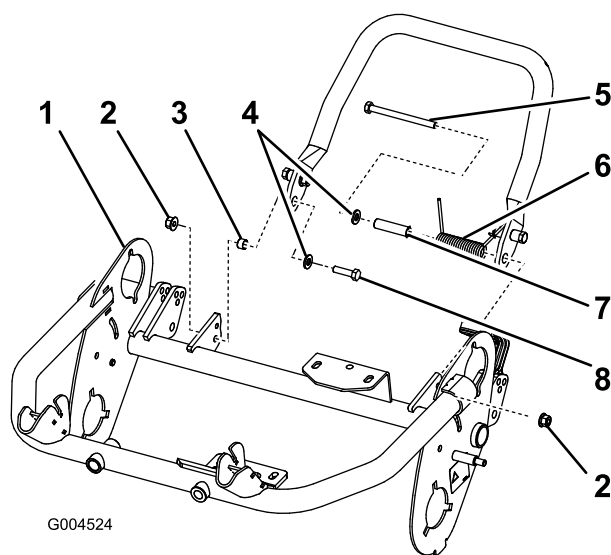

Figura 6
cavalletto sul telaio, utilizzando il bullone e la rondella, il distanziale piccolo e il dado di bloccaggio (M8-1,25) (Figura 6). Il bullone deve essere montato dall'interno del telaio, come illustrato nella Figura 6.
Importante: Quando montate la molla, inserite un'estremità della molla sotto il telaio posteriore (Figura 6).
5. Montate il lato sinistro del cavalletto sul telaio, utilizzando il bullone e la rondella, il distanziale grande e il dado di bloccaggio (M8-1,25) (Figura 6). Il bullone deve essere montato dall'interno del telaio, come illustrato nella Figura 6.